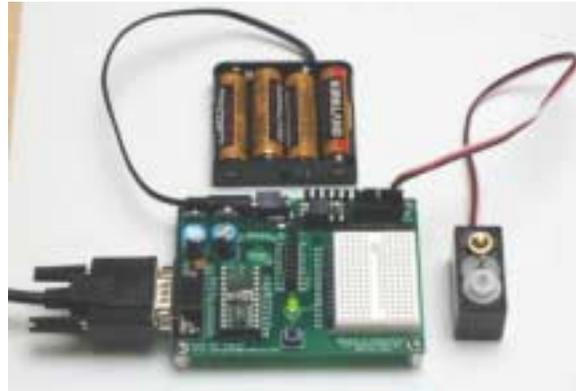

Figura 1.20: Servo preparado para ser centrado.
- ❑ Conecte el servo desarmado a la BOE como se muestra en la Figura 1.20.